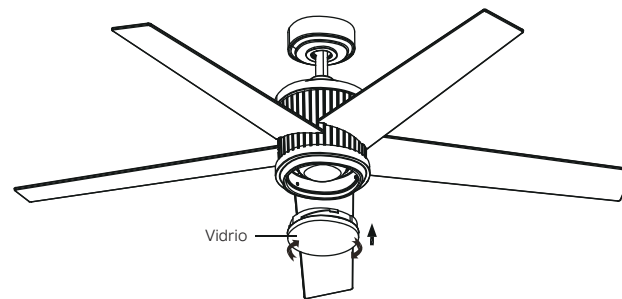

Figura 21
**Paso 3.** Asegure el vidrio a la carcasa del interruptor girándolo en el sentido de las agujas del reloj, gire el vidrio gradualmente hasta que encaje en la carcasa del interruptor. No apriete demasiado. (Figura 21)